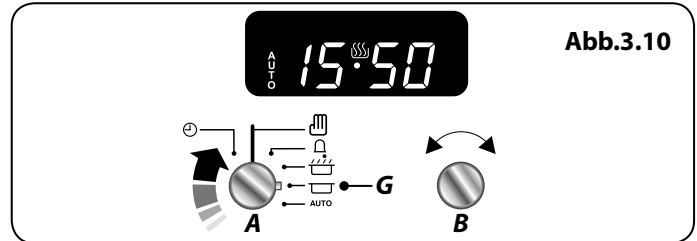

Abb.3.10
2. Stellen Sie den **Timer-Knopf (A)** auf die **Ausschaltzeit (G)** (**Abb.3.10**). Das Display zeigt nun die aktuelle Uhrzeit sowie die „Garzeit“ an, die Sie soeben eingestellt haben.